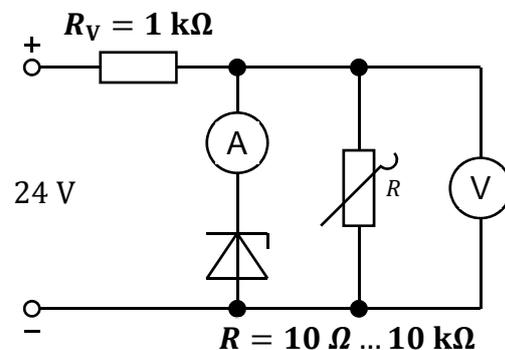

Figure 15: Test circuit at constant voltage U | Messschaltung bei konstanter Spannung U
- Depending on the load R at a constant voltage U (Figure 15)! $U_a = f(R)$ and $I_Z = f(R)$ have to be presented in one diagram (Scale of R -axis: 1 cm \triangleq 500 Ω)!
- in Abhängigkeit von der Belastung R bei konstanter Spannung U (Figure 15)! Darzustellen sind $U_a = f(R)$ und $I_Z = f(R)$ in einem Diagramm (Maßstab der R -Achse: 1 cm \triangleq 500 Ω)!